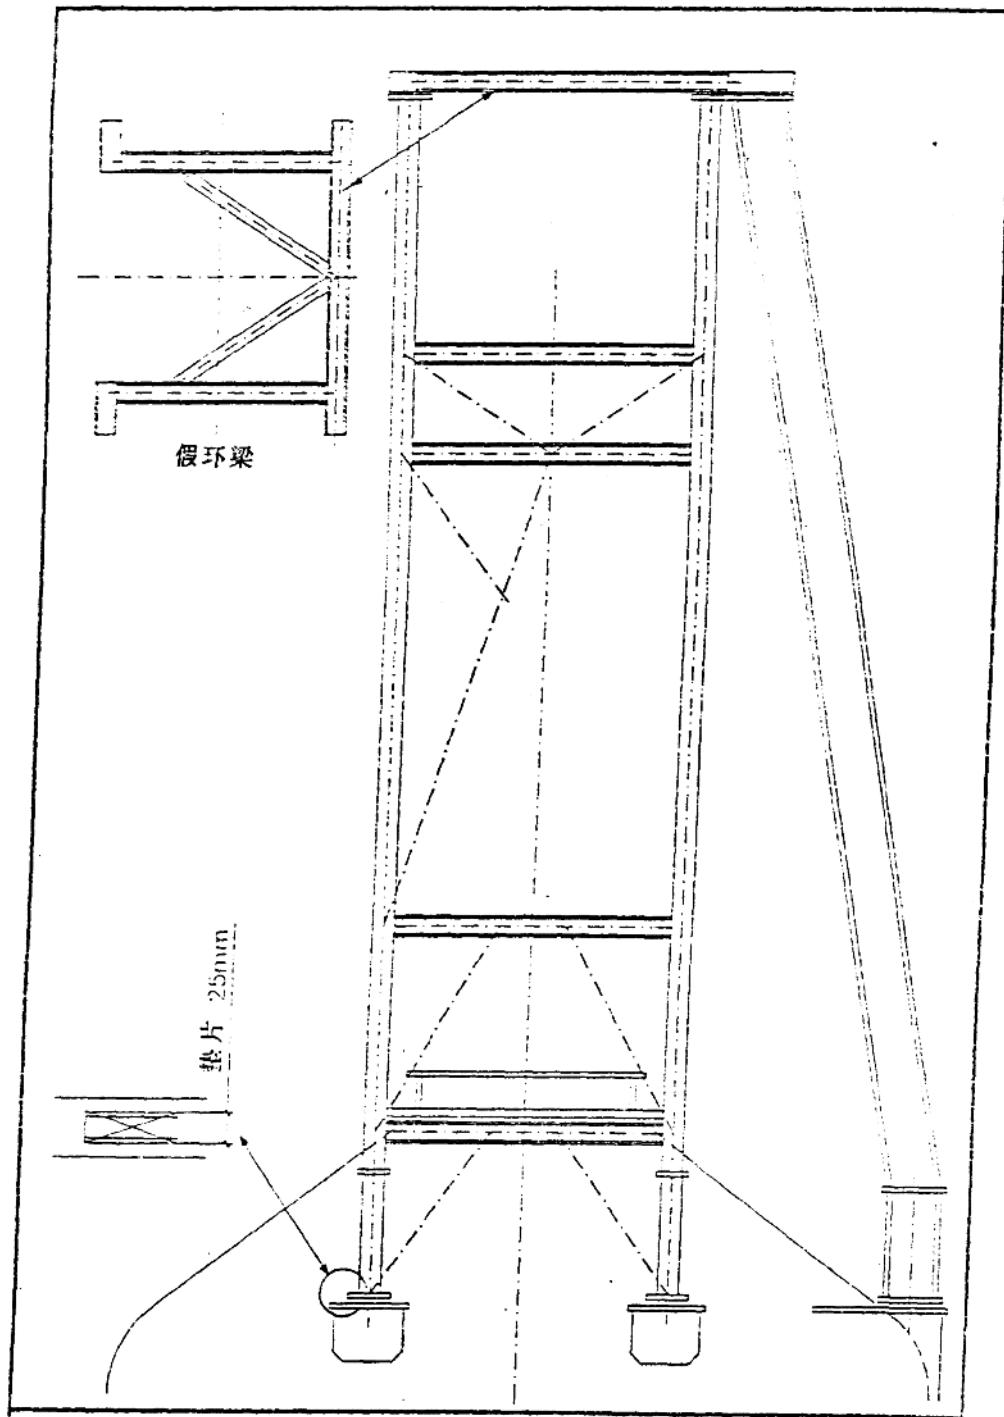

图 1-4 立柱安装示意
- b、已经安装上的立柱，在把称量料罐吊运到炉顶钢圈上之前，请把一端装配在炉顶锥体段（煤气捕集段）的地脚板上，要把另一端暂时联接在炉顶起重机结构架上。六根立柱以每两根组合安装到炉顶锥体段上，在安装立柱之前，一定要检查核实予留的 25mm 垫片间隙。（图 1-4 示）